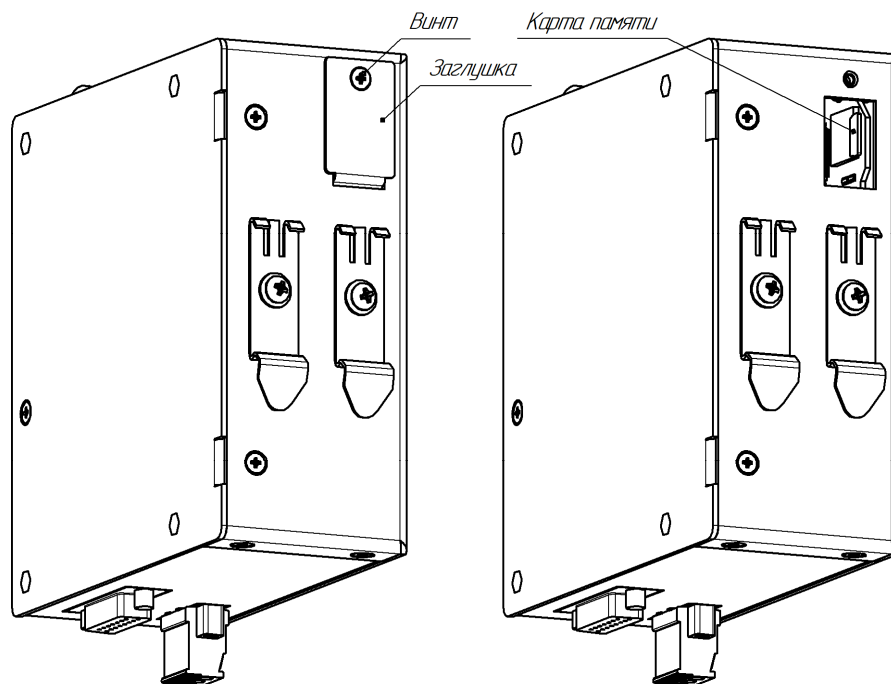

Рисунок 23 – Доступ к карте памяти
7.4.2.2 Для доступа к карте памяти необходимо открутить один винт на задней панели устройства СВ-03 и снять защитную заглушку (рисунок 23).